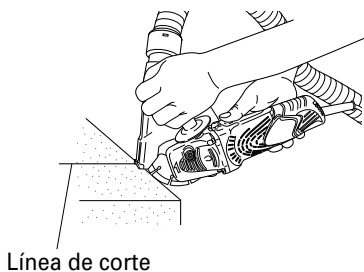

Fig. 6
1. Procedimientos de corte (Fig. 6)